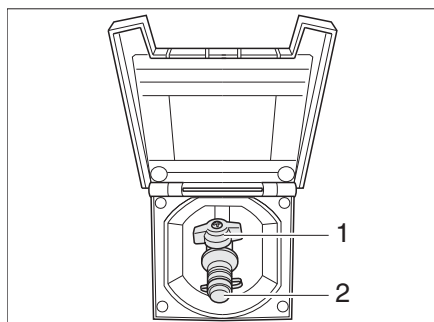

Fig. 84 Toma exterior de gas, válvula de paso de gas cerrada
La toma externa de gas (Fig. 84) está, en función del modelo, en la parte trasera o en el lado izquierdo o derecho del vehículo.
- Conectar el aparato de gas externo en el punto de conexión (Fig. 84,2).
- Abrir la válvula de paso de gas (Fig. 84,1).